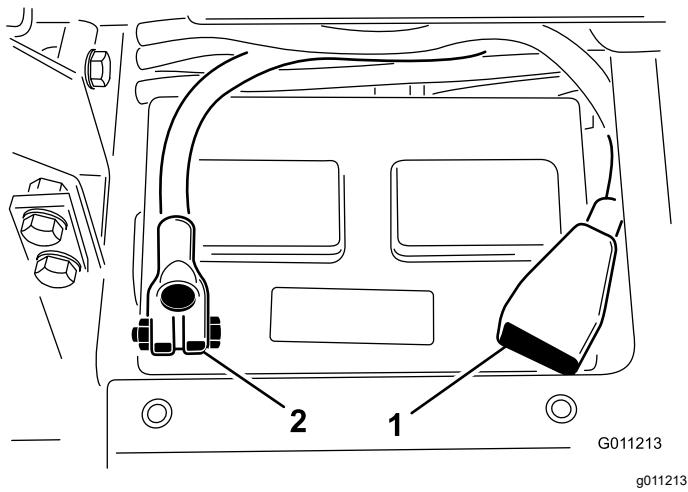

Рисунок 5
- Подсоедините положительный (красный) кабель к положительной (+) клемме аккумулятора и закрепите его Т-образным болтом с гайкой (Рисунок 5).
- Подсоедините отрицательный (черный) кабель к отрицательной клемме (-) аккумулятора и закрепите его Т-образным болтом с гайкой (Рисунок 5).